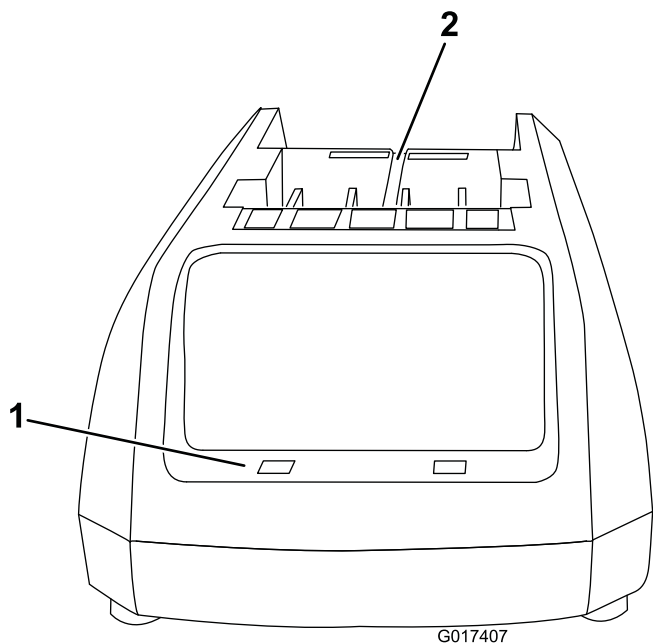
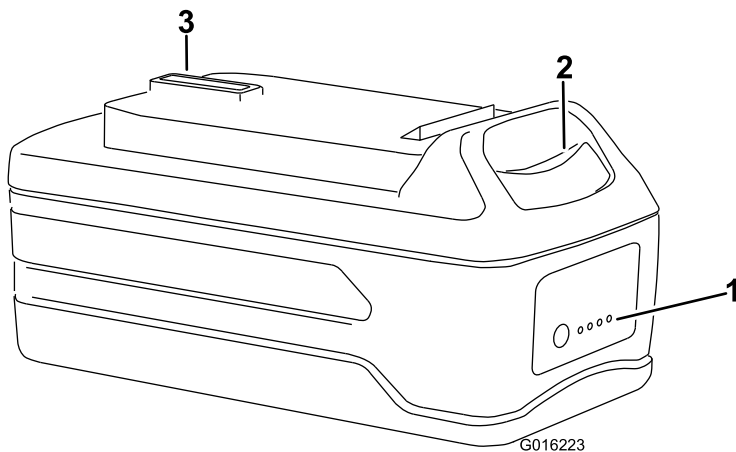

Figura 4
Figura 5
1. Ponga la batería boca abajo y alinee el terminal de la batería con la ranura del cargador (Figura 4 y Figura 5).